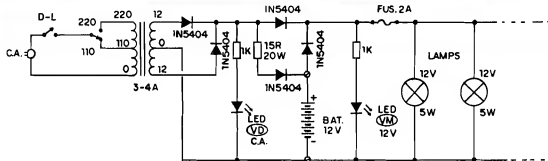

Fig.1
- FIG. 1 - DIAGRAMA ESQUEMÁTICO DO CIRCUITO - Mesmo "mantendo em pé" as melhores características, o circuito foi propositalmente "enxugado", eliminando-se toda e qualquer sofisticacão que pudesse complicá-lo ou elevar seu custo final (sem perda das essenciais condições de confiabilidade e segurança no funcionamento...). Assim, na prática, foram evitados módulos eletrônicos complexos, optando-se por uma fonte simples, baseada num trafo convencional (primário para 0-110-220V e secundário para 12-0-12V x 3 ou 4 ampéres...), proporcionando a redução da Tensão da rede (110 ou 220 volts, selecionada por chave...) para 12V, sob razoável Corrente... Dois diodos IN5404 estabelecem uma retificação em onda completa (facilitada pelo terminal central, de "zero" volt, do secundário...), oferecendo uma C.C. pulsada, já nos parâmetros necessários aos módulos seguintes e à aplicação final. Logo em seguida, um LED (verde), protegido quanto à Corrente por um resistor de 1K, monitora a presença de Tensão na rede local (por método indireto já que encontra-se acoplado ao secundário do trafo...) e - ao mesmo tempo - atua como piloto do estado em stand by do ILPES... A partir desse ponto do circuito, a energia é literalmente "dividida", seguindo uma parte dela (num máximo "permitted" de aproximadamente 2A, porém num limite "estabelecido" de pouco mais de 1A...), através de um outro diodo IN5404, diretamente para a Saldá operacional destinada ao acionamento de até 15W de lâmpadas (obviamente, lâmpadas para 12V, tipo "automotivo" - detalhes mais à frente...). No percurso final da energia, um fusível para 2A previne problemas pa-